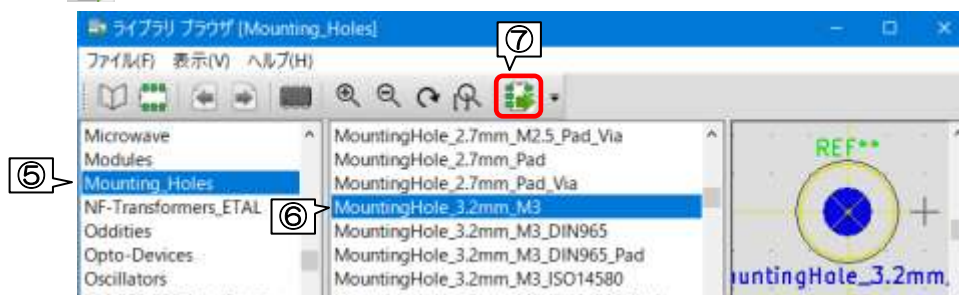

図 10-6
- ⑤ ライブラリ・ブラウザ左ペイン Mounting_Holes を選択します。図 10-6
- ⑥ 中央ペインの MountingHole_3.2mm_M3 を選択します。図 10-6
- ⑦ ツールバー  「ボードにフットプリントを挿入」をクリックします。図 10-6